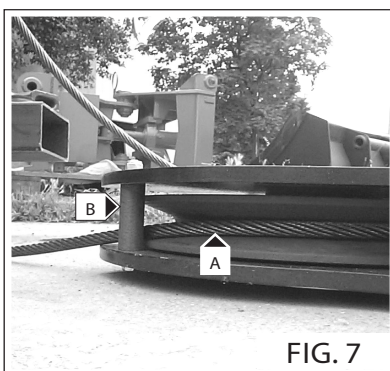

FIG. 7
- Inserire la fune nel bozzello (Fig. 7/8 - Rif. A) (la fune deve passare fra la puleggia ed i due perni (Fig. 7/8 - Rif. B).
- Insert the rope in the block (Fig. 7/8 - Ref. A) (the rope must pass through the pulley and the two pins (Fig. 7/8 - Rif. B).
- Steek de kabel in de takel (Fig.7/8 - Ref.A) (de kabel moet tussen de schijf en de twee pinnen schuiven (Fig.7/8 - Ref.B).